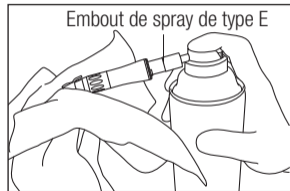

Fig. 13
- 3) Maintenez la pièce à main et le spray durant 2-3 secondes afin que le PANA SPAY Plus soit complètement sorti de la pièce à main (Fig. 13).